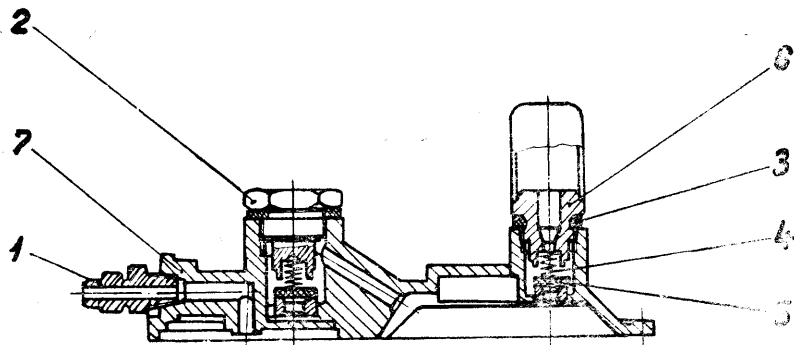

Abb. 56. Pumpendeckel.
3.9.1.3. Ausbau des Deckels (Abb. 56).